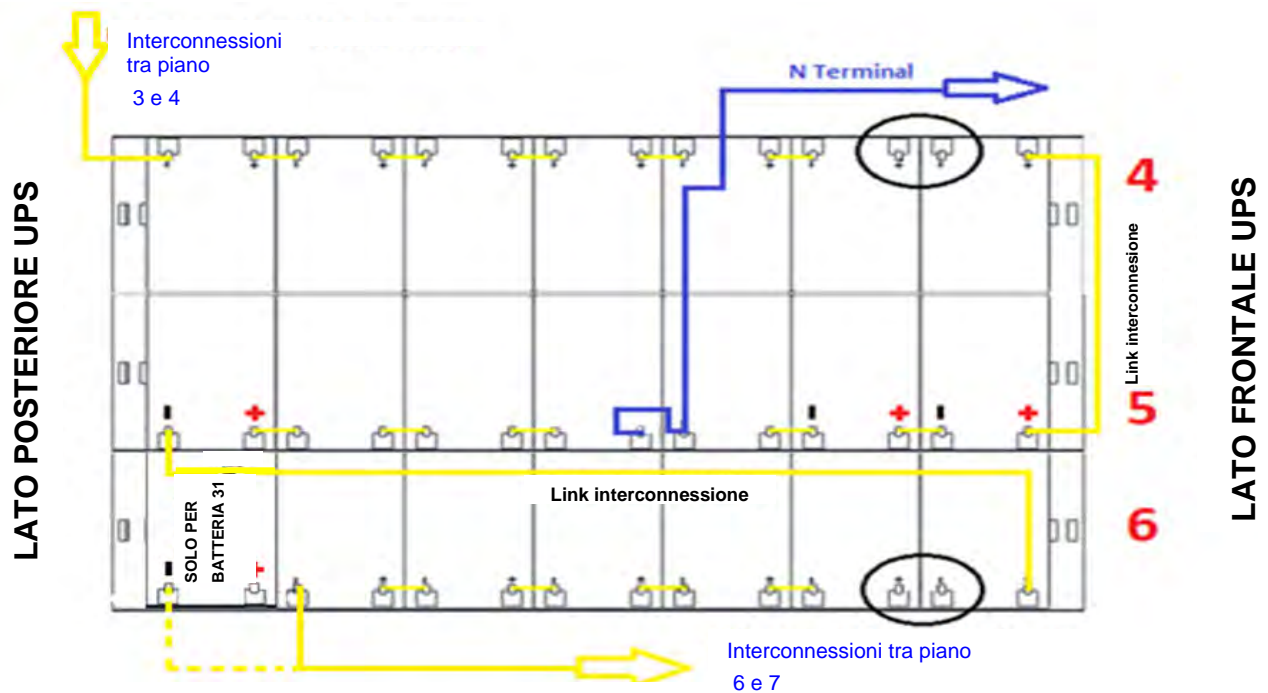

Figura 34 - Vista dall'alto Piano N°2 con connessioni batterie
8) Cablare il piano n°2 come indicato nella figura 34. **Lasciare scollegati i ponticelli cerchiati.**